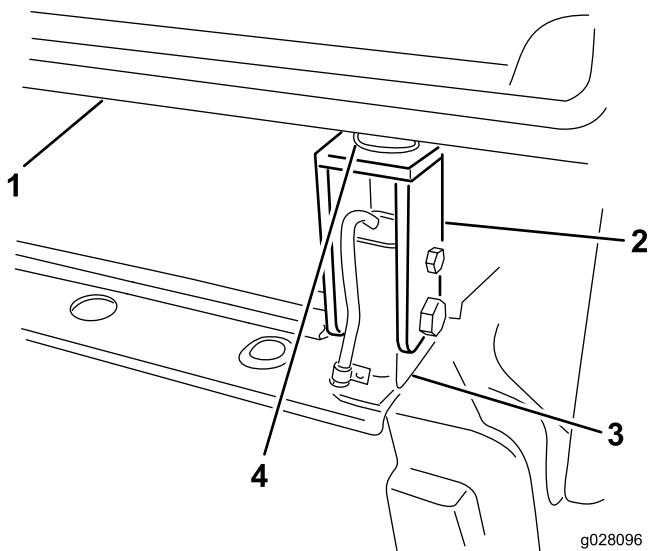

Рисунок 65
6. Установите, не затягивая, задние резиновые крепления и монтажные опоры кабины с каждой стороны задних креплений кабины. (Рисунок 65).